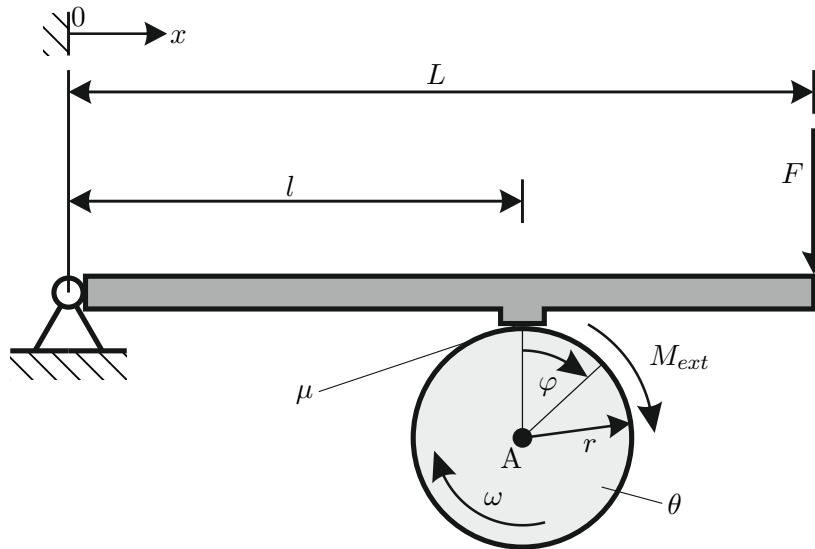

Abbildung 4: Trommel mit Bremshebel.
**Beispiel 4:** Im folgenden Beispiel wird eine Trommel mit dem Radius  $r$  und dem Massenträgheitsmoment  $\Theta$  betrachtet, siehe Abb. 4. Die Trommel dreht sich mit der Winkelgeschwindigkeit  $\omega(t)$  und hat anfangs die Winkelgeschwindigkeit  $\omega(t=0) = \omega_0$ . Der Drehwinkel der Trommel ist mit  $\varphi(t)$  gegeben, wobei dieser am Anfang gleich Null ist. Die Trommel soll durch einen Bremshebel der Länge  $L$  zum Stillstand gebracht werden. Hierbei ist der Bremshebel an der Stelle  $x=0$  drehbar gelagert. An der Stelle  $x=L$  wirkt eine externe Kraft  $F$  und bei  $x=l$  kommt es zu einem reibungsbehafteten Kontakt zwischen dem Hebel und der Trommel. Die Reibung an diesem Kontakt wird durch Gleitreibung mit dem Koeffizienten  $\mu$  charakterisiert.